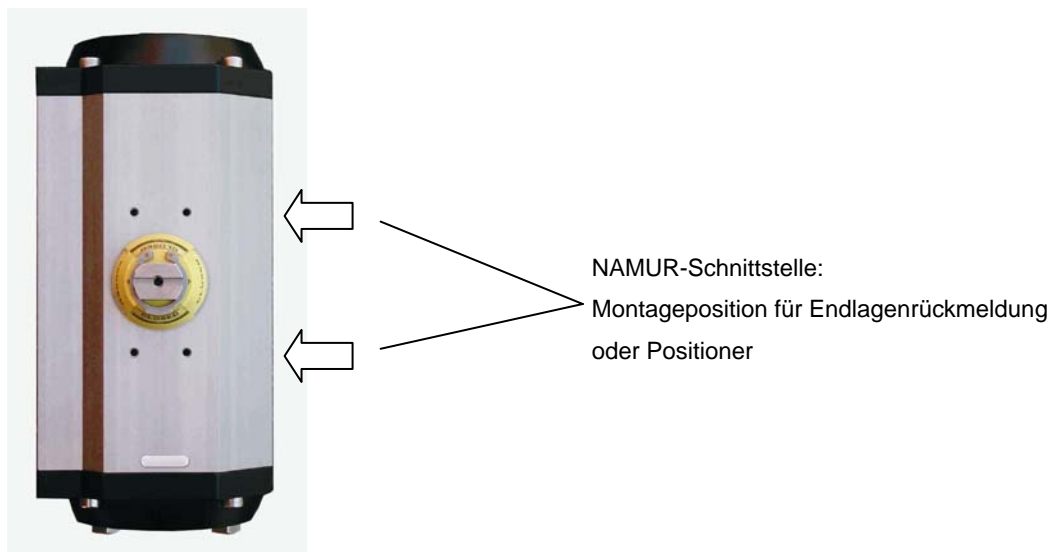

Abbildung 3.b
2. Stellen Sie sicher, dass sich die Armatur in geschlossener und der Stellantrieb in normaler Stellung (Abbildung 3.b) befindet, bevor Sie fortfahren.